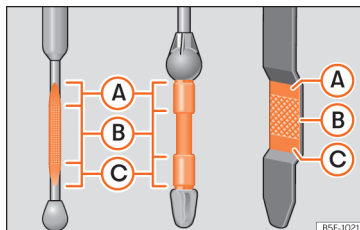

Abb. 288 Ölmesstab
- Den Messstab anschließend wieder herausziehen und den Ölstand ablesen »» Abb. 288. Füllen Sie gegebenenfalls Motoröl nach.
- Wenn der Ölstand mindestens den Bereich »» **Abb. 288 (B)** erreicht hat, vorsichtig den Deckel des Einfüllstutzens aufschrauben »» ⚠.
Liegt der Ölstand über dem Bereich »» **Abb. 288 (A)**, starten Sie den Motor bitte
Der Ölstand darf keinesfalls über dem Bereich »» **Abb. 288 (A)** stehen, andernfalls könnte Öl über die Entlüftung der Motorölwanne angesaugt werden und über die Abgasanlage in die Atmosphäre gelangen.